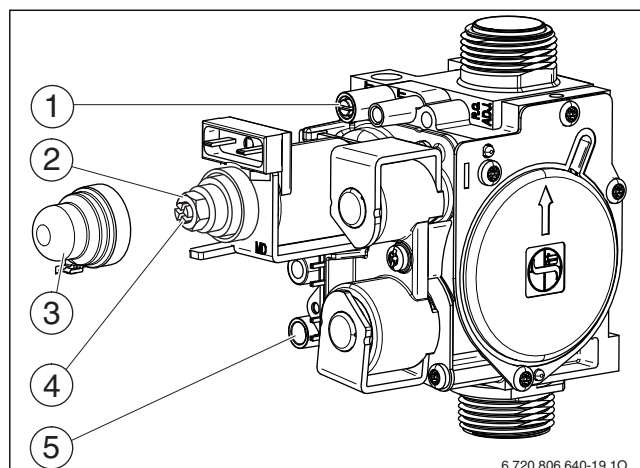

Fig. 30 Vană de gaz
- ▶ Desfaceți șurubul de etanșare la orificiul de măsurare pentru presiunea la rampă (→ Fig. 30, [1]) și racordați manometrul în formă de u.
- ▶ Înlăturați capacul (→ Fig. 30, [4]).
- ▶ Consultați tabelul de la pagina 35 pentru presiunea „maximă” la rampă (mbar). Setați presiunea la rampă din șurubul de reglaj pentru cantitatea maximă de gaze (→ Fig. 30, [2]). Rotire spre dreapta - cantitate mai mare de gaze, rotire spre stânga - cantitate mai mică de gaze.
- ▶ Presiunea la rampă indicată pentru „min” (mbar) se găsește în tabelul de la pagina 35. Setați presiunea la rampă din șurubul de reglaj pentru cantitatea minimă de gaze (→ Fig. 30, [3]).
- ▶ Desfaceți șurubul de etanșare de la orificiul de măsurare pentru presiunea de racordare a gazului (→ Fig. 30, [5]) și racordați aparatul de măsurare a presiunii.